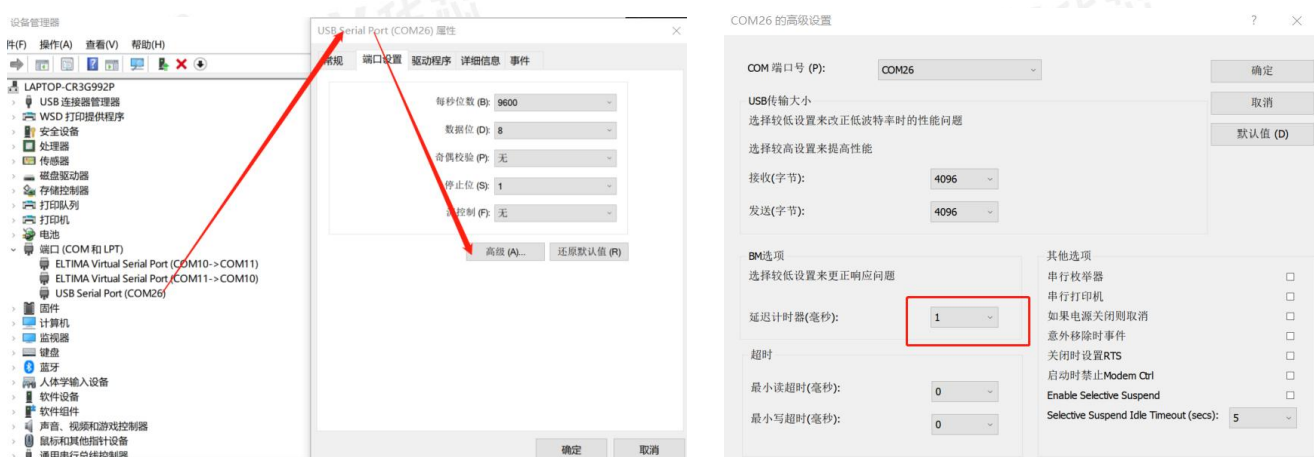

图 3-2 串口延时设置
- 在使用 UART 与 PC 连接进行数据收发时，建议对 USB 转 UART 的串口延时进行设置，延时时间设置为 1ms，减小串口数据丢包。具体设置可参考图 3-2。